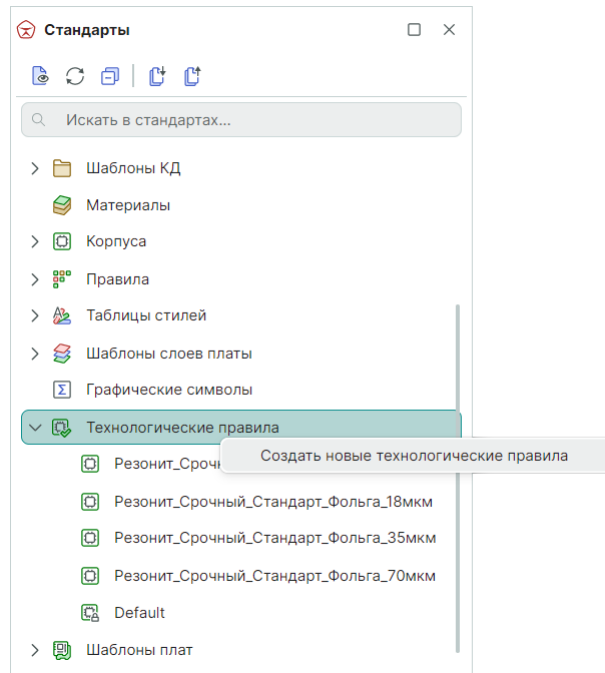

Рис. 514 Создание новых технологических правил
1. В панели «Стандарты» для узла «Технологические правила» вызовите контекстное меню и выберите пункт «Создать новые технологические правила», см. Рис. 514.